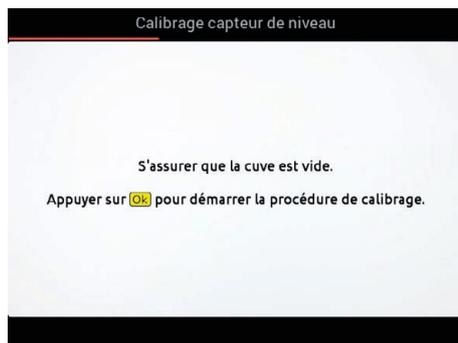

Fig. 78
- 2 Le message en Fig. 78 est affiché : suivez les instructions visualisées et activez la procédure en appuyant sur **OK**.